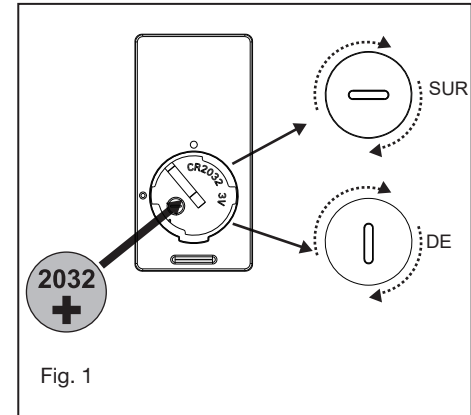

Fig. 1
- 1 Sélectionnez un emplacement souhaité. Utilisez la plaque murale pour marquer l'emplacement des trous de montage. Des ancrages muraux en plastique ou des vis de montage sont nécessaires pour cette application. (Fig. 1)
Retirez le panneau de l'émetteur, puis installez une pile 2032 (incluse). Vous devez utiliser une pièce de monnaie pour ouvrir ou fermer le couvercle de la batterie. Pour éviter d'endommager l'émetteur, retirez la batterie si elle n'est pas utilisée pendant de longues périodes (Fig. 1)